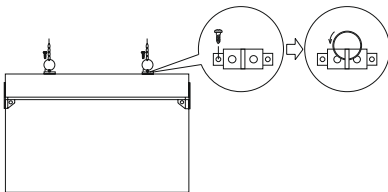
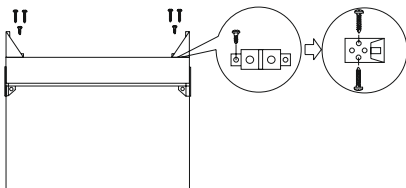

Рисунок 3 – Монтаж на кольцах
Рисунок 4 – Монтаж на уголках
4.4.1 Установка светильников ССА 2101, ССА 2102, ССА 2103 в подвесном положении осуществляется с помощью двух монтажных колец (рисунок 3) либо пластмассовых уголков, входящих в комплект поставки (рисунок 4).